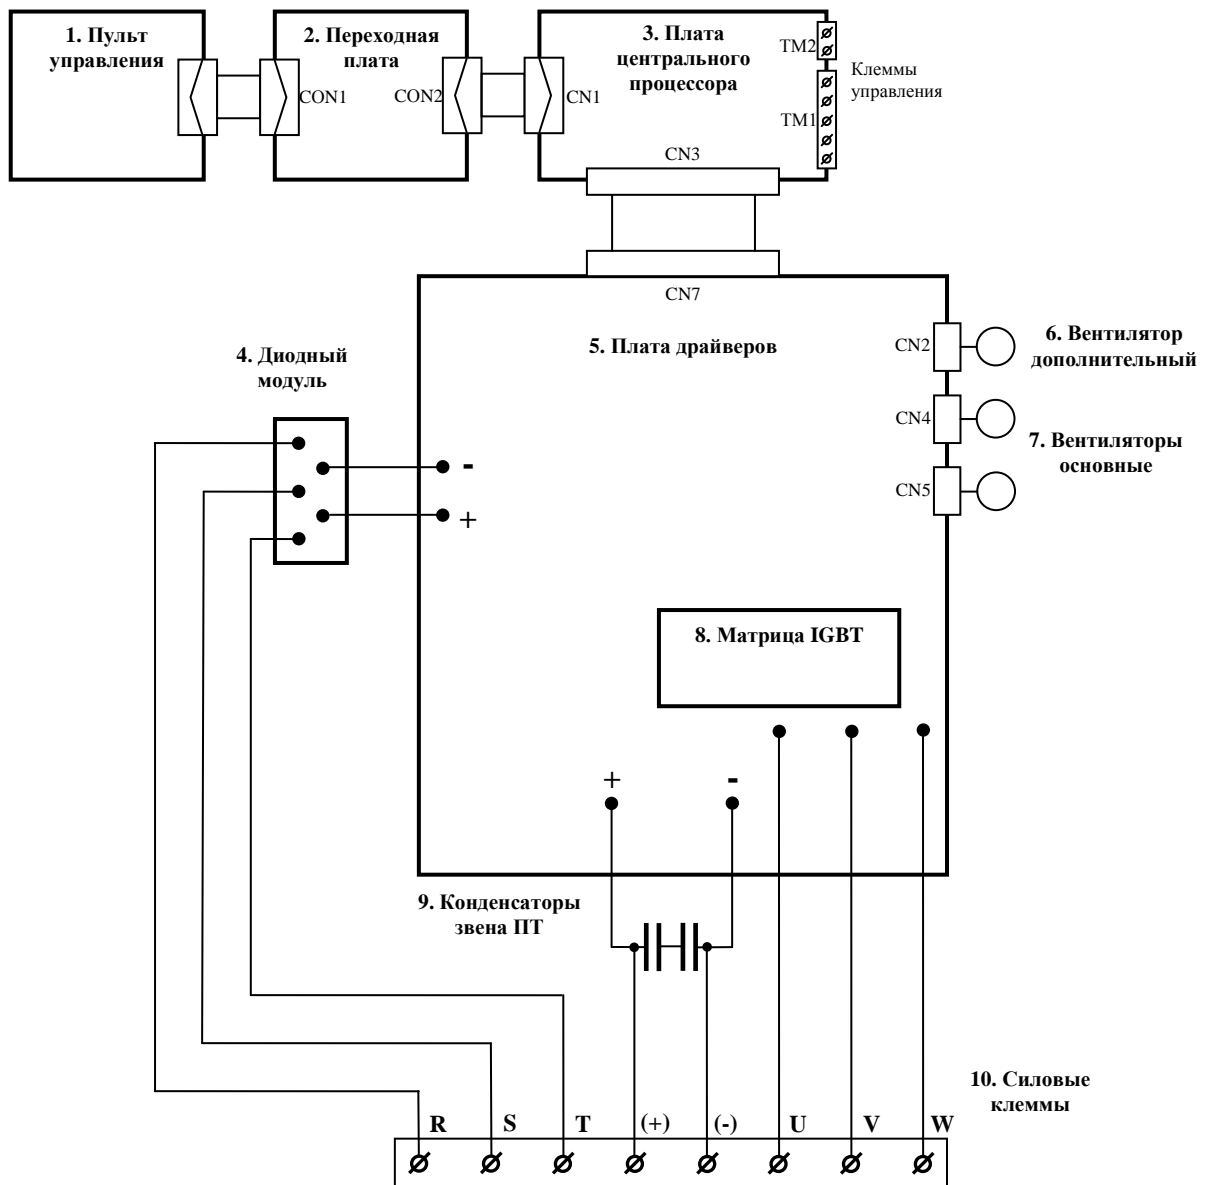

Рис. 4.2. Блок-схема преобразователей частоты **E4-8400-040H...050H**
4.3. Блок-схема преобразователей частоты **E4-8400-040H...050H** приведена на рис. 4.2, структурная схема преобразователей - в Приложении 1.
4.4. Фотографии сменных узлов, входящих в состав преобразователей частоты **E4-8400-040H...050H**, приведены в табл. 4.1. (порядковые номера соответствуют рис. 4.2).